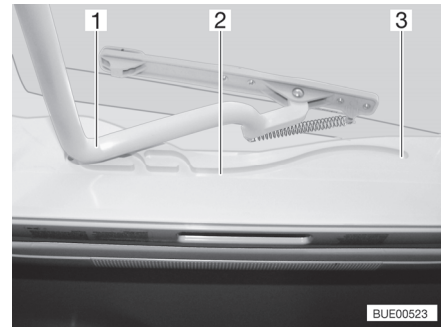

Bild 18 Führung (Heki-Dachhaube)
- Den Bügel (Bild 18,1) in den Führungen (Bild 18,2) bis in die hinterste Position (Bild 18,3) ziehen.
- Den Bügel (Bild 18,1) mit beiden Händen leicht nach oben drücken.
- Den Bügel in den Führungen (Bild 18,2) bis zur gewünschten Stellung ziehen.